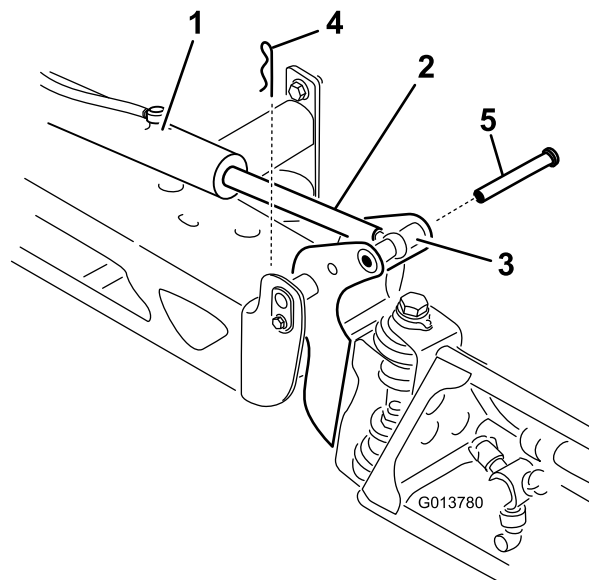

図 107
2. クレビスピンについているヘアピンを抜き取る 図 107。
3. ブームを持ち上げてクレビスピンを外し、ブームをゆっくりと床面に降ろす 図 107。
7. ブームを支えながら、ブームのピボットとアクチュエータロッドにクレビスピンを通す 図 107。